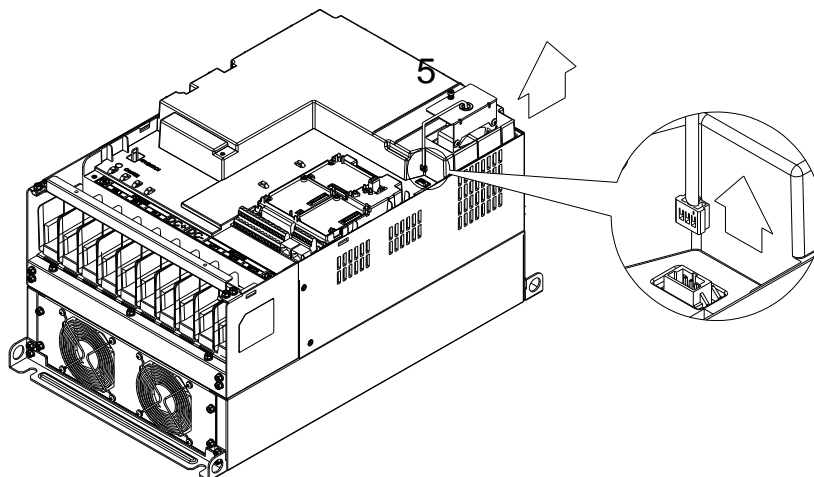

Рис. 3
2. Выкрутите винт 5 (Рис. 3), отсоедините кабель питания и снимите вентиляторы. Момент: 10–12 кг-см / [8.7–10.4 ф-дм] / [1.0–1.2 Нм]